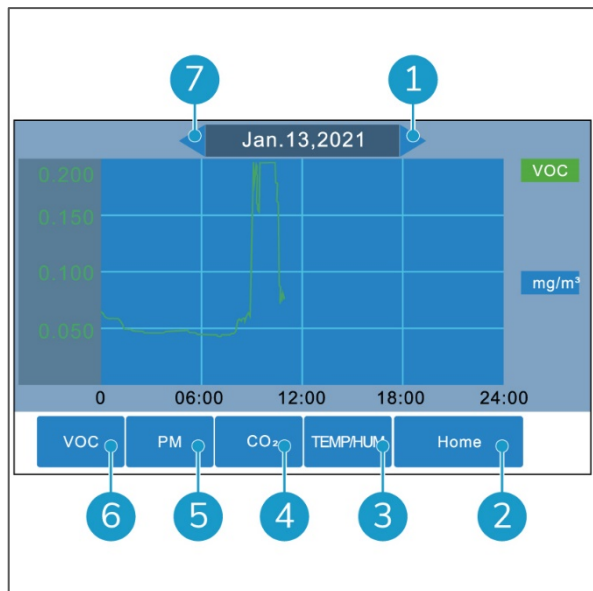

Figura 19
2. É apresentada a visão geral do histórico (Figura 19).
4. Use o botão de retroceder (Figura 19, pos. 7) e o botão de avanço (Figura 19, pos. 1) para verificar as leituras dos últimos dias. Pode retroceder até 5 dias.
5. Use o botão TEMP/HUM (Figura 19, pos. 3), CO₂ (Figura 19, pos. 4), botão PM (Figura 19, pos. 5) e botão VOC (Figura 19, pos. 6) para alternar entre os mesmos.
6. Toque no botão Home (Figura 19, pos. 2) para voltar ao ecrã principal.